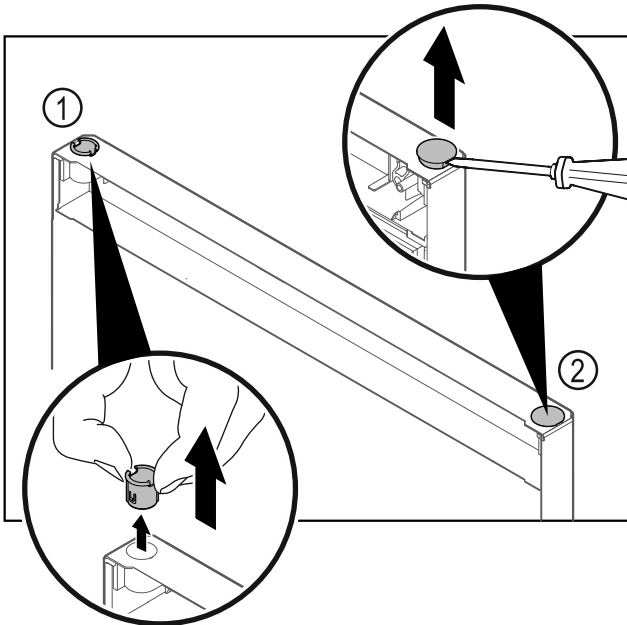

Fig. 24
- Scharnierbuchse Fig. 24 (1) mit den Fingern herausziehen.
- Abdeckstopfen Fig. 24 (2) vorsichtig mit einem Schlitzschraubendreher anheben und herausziehen.